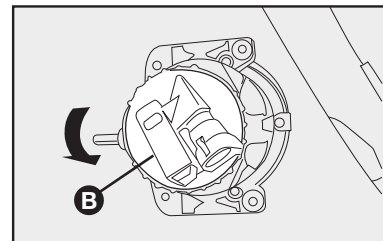

fig. 42
- 2) Gire la tapa **B-fig. 42** en el sentido antihorario;